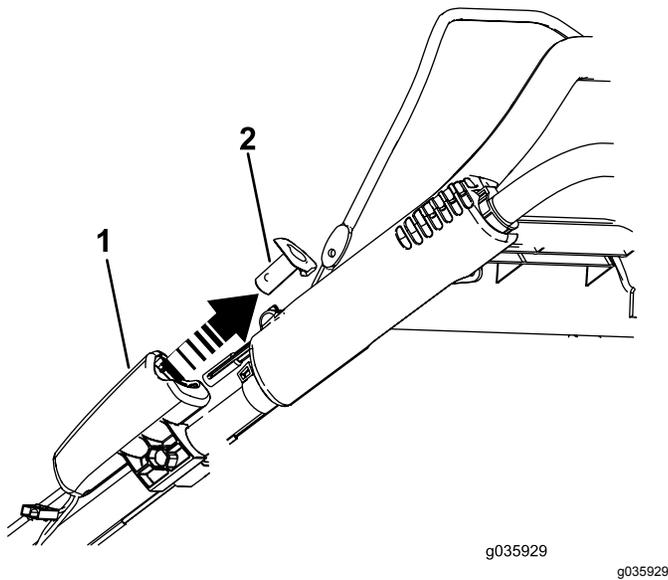

Figure 28
1. Retirez le bouton de démarrage électrique, comme montré à la Figure 28 (modèle à démarrage électrique seulement).